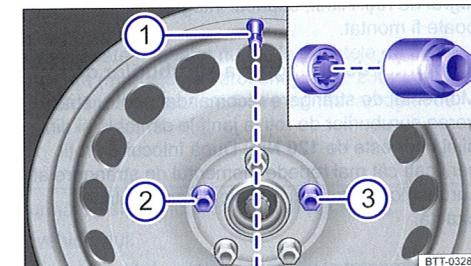

Fig. 229 Înlocuirea roții: ventilul de roată ① și locul de amplasare al șurubului de roată antifurt ② sau ③.
Șuruburile de roți antifurt trebuie să fie însurubat în poziția ⇒ fig. 229 ② sau ③, la o roată cu capac integral de roată. Altfel, capacul integral de roată nu poate fi montat.